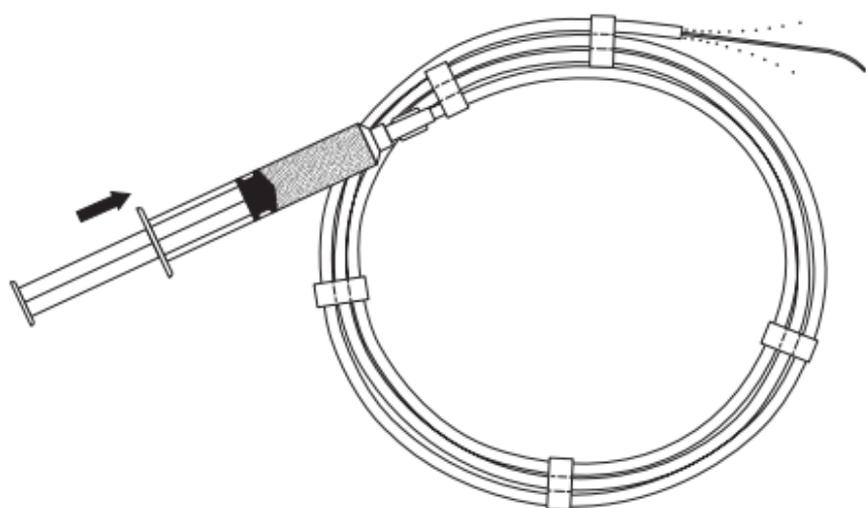

Fig. 1
2. Iniettare una quantità di soluzione sufficiente a bagnare l'intera superficie del filo guida. (**Fig. 1**) In questo modo il rivestimento AQ viene attivato e la superficie del filo guida diventa molto scivolosa.